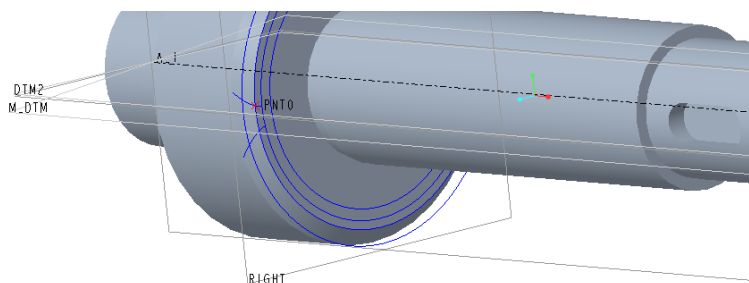

图 13-31 镜像结果
③ 在“基准平面”对话框中，切换至“属性”选项卡，在“名称”文本框中将基准平面名称更改为“M_DTM”。
④ 在“基准平面”对话框中单击“确定”按钮。
① 选择渐开线，在功能区“模型”选项卡的“编辑”面板中单击“镜像”按钮，打开“镜像”选项卡。
② 选择 M_DTM 基准平面作为镜像平面参考。
③ 在“镜像”选项卡中单击“完成”按钮，镜像结果如图 13-31 所示。